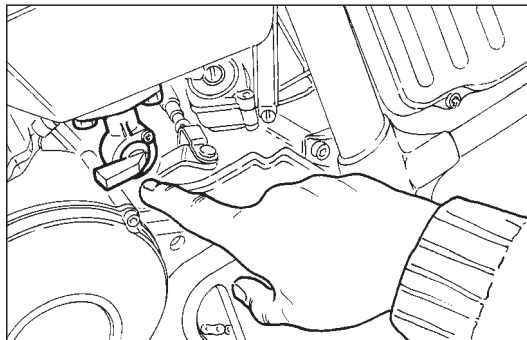

Fig. 39
DEMARRAGE (Fig. 39)
- ◆ Ouvrir le robinet du carburant (Fig. 39).